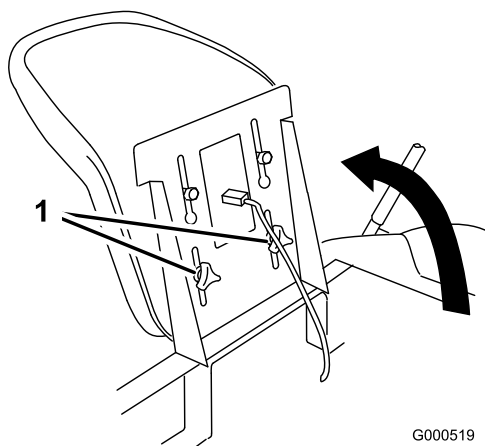

Figura 21
1. Suba el asiento y afloje los pomos de ajuste lo suficiente para poder desplazar el asiento (Figura 21).